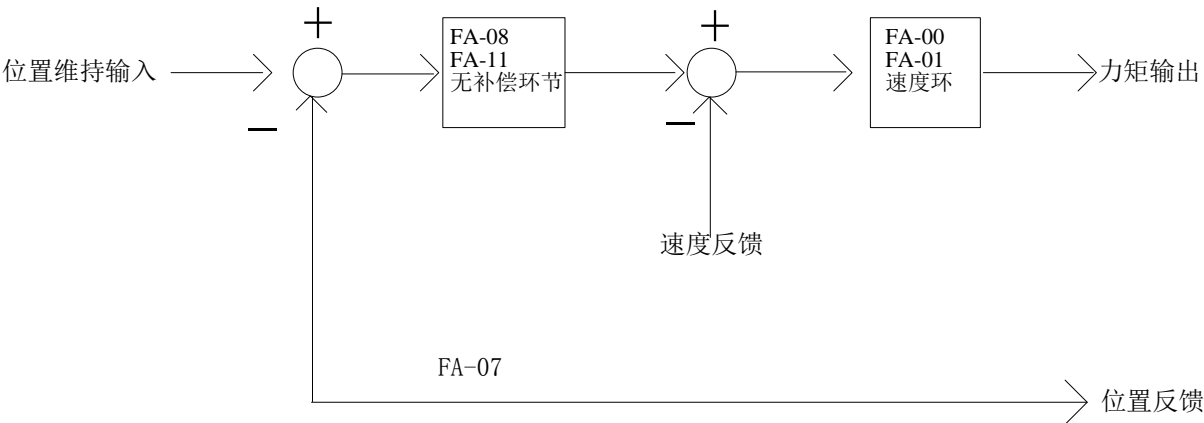

图 6.16 无负载补偿启动的工作原理示意图
- 1) 工作原理：如图 6.16 所示。在抱闸打开时，通过正余弦 PG 卡反馈的位置信息计算出当前负载情况下维持曳引机位置恒定电机所需的转矩，迅速的产生相应转矩，使曳引轮产生极小的位移，达到无负载补偿舒适起动的目地。